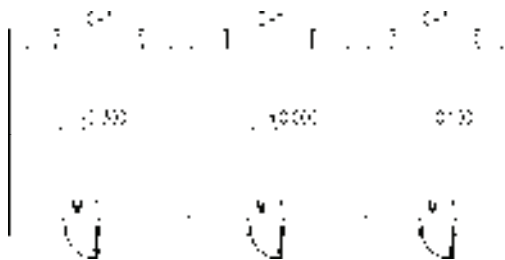

图 10-18 标高标注
5) 在“标高标注”对话框中修改参数, 继续为平面图添加标高标注, 结果如图 10-18 所示。